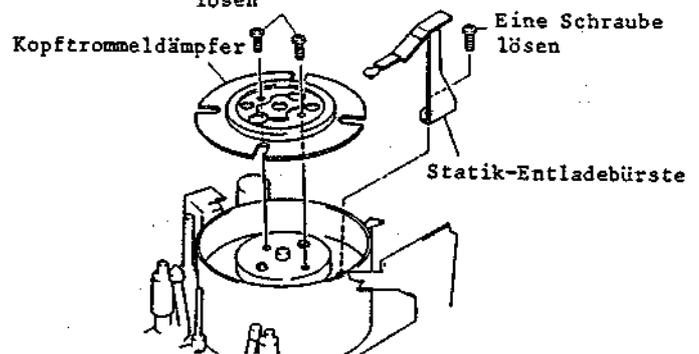
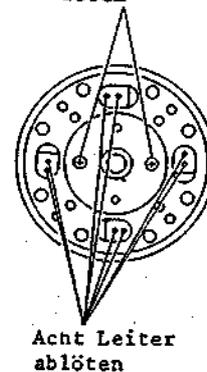

Abb. 2-41 Ausbau der Videoköpfe (obere Kopftrommel)
Abb. 2-42 Ausbau der Videoköpfe (obere Kopftrommel)
3-3 Ausbau der Videoköpfe (obere Kopftrommel) (Abb. 2-41, 2-42)
1. Eine (1) Befestigungsschraube der Statik-Entladebürste lösen (siehe Abb. 2-41).
2. Zwei (2) Befestigungsschrauben des Kopftrommeldämpfers entfernen.
3. Acht (8) Leiter von der oberen Kopftrommel ablöten (siehe Abb. 2-42).
4. Zwei (2) Befestigungsschrauben der oberen Kopftrommel lösen.